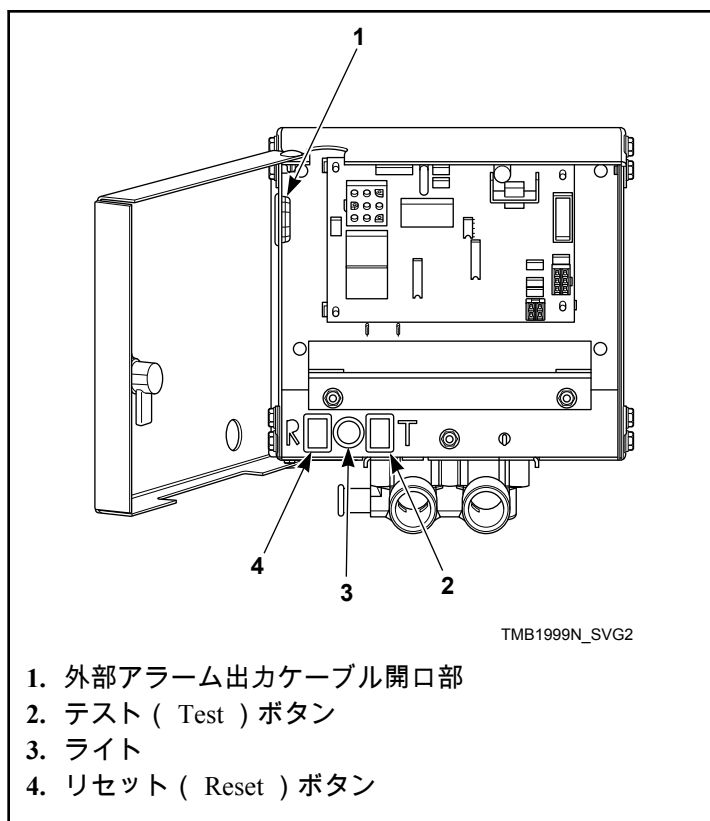
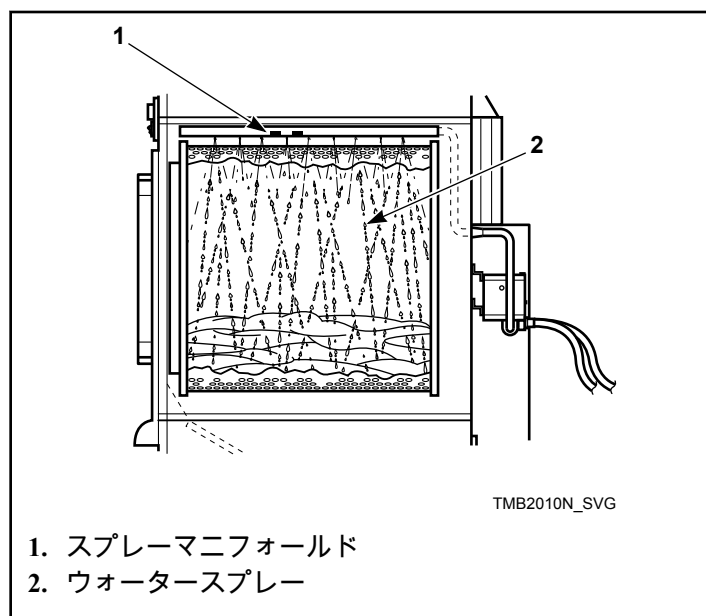

図 67
図 68
6. テストボタンを長押しし、ライトが点灯していることを確認します。これはおよそ 5 秒間かかります。図 67 もご確認ください。1 秒間停止後、水がシリンダに噴射されます。
7. 15 秒間の水噴射後、リセットボタンを水が止まりライトが消えるまで長押ししてください。およそ 1 秒間かかります。詳細は図 67 と 図 68 をご覧ください。